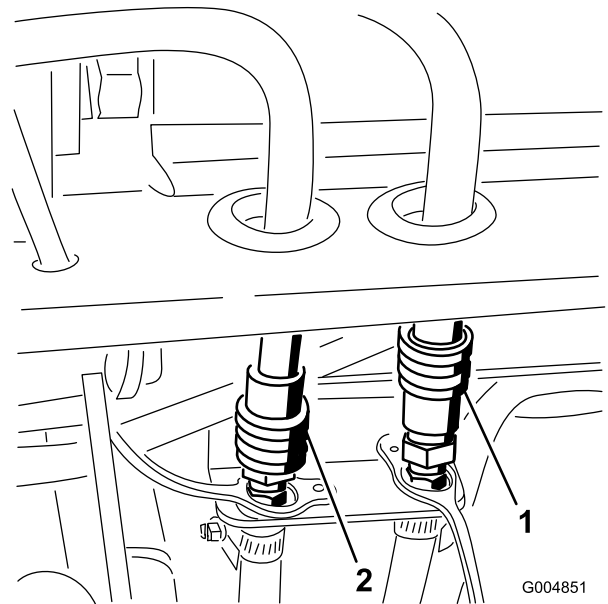

Figura 67
- Conecte las mangueras de presión y de retorno del calentador de la cabina a los conectores rápidos del soporte del bastidor trasero (Figura 67).